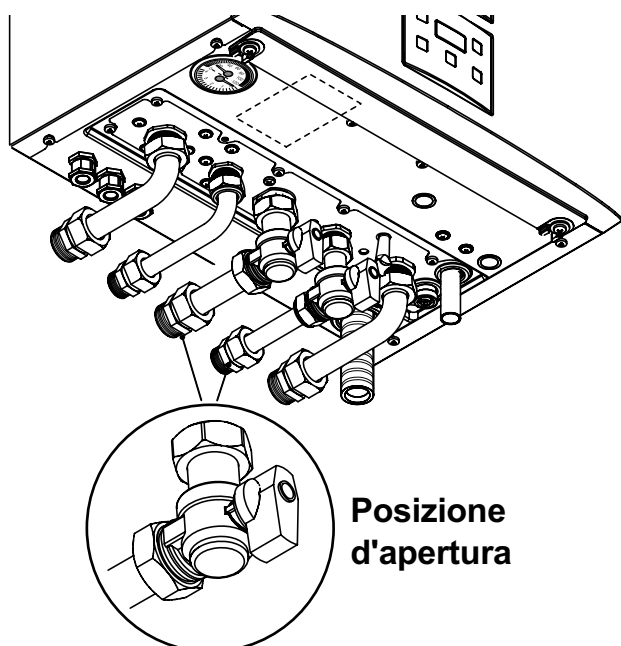

Figura 2.1
- I rubinetti della caldaia devono essere aperti Figura 2.1 .